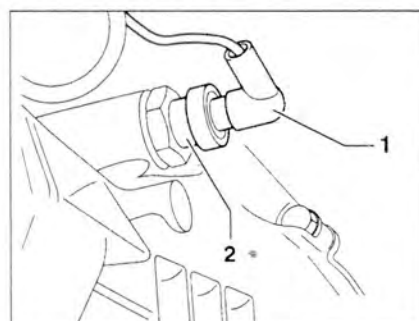

Рис. 5.20. Ослабьте гайку крепления провода 1 к выключателю фонарей заднего хода 2 и снимите провод.
- 10. Ослабьте гайку крепления провода 1 к выключателю фонарей заднего хода 2 и снимите провод (рис. 5.20).